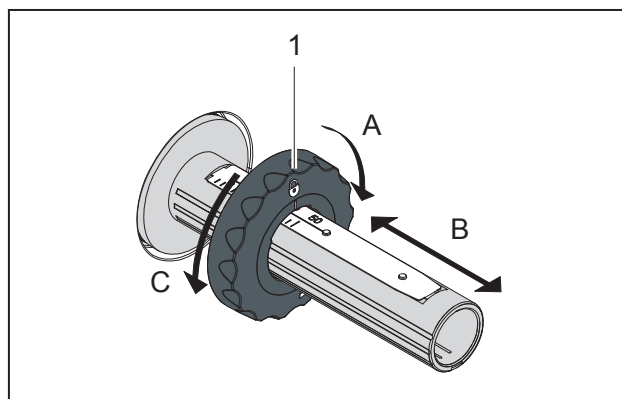

Fig. 11 Indstilling af kantstyr
- 2 Drej armen (6) mod uret for at åbne printhovedet.
- 3 Indstil kantstyret (1) på afrulleren (5) så den passer til foliebredden (Fig. 11):
- Hold afrulleren fast og drej kantstyret (1) henimod A for at løsne det.
- Skub kantstyret (1) henimod B og indstil den vha. skalaen så den passer til foliebredden.
- Hold afrulleren fast og drej kantstyret (1) henimod C for at låse det.